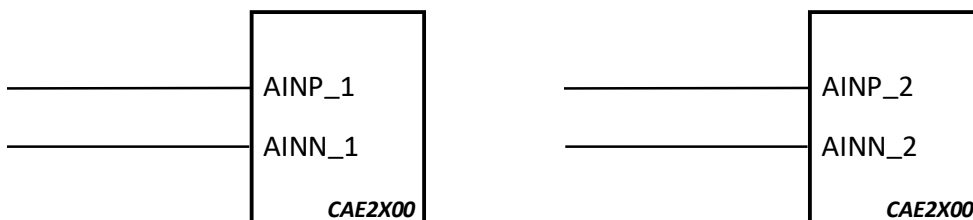

图 8-3. 模拟信号输入管脚直流 (DC) 耦合连接示意图
如图 8-3 所示, 当直流 (DC) 耦合连接时, 模拟信号输入管脚可以直连模拟前端的差分输出 (例如差分运放输出), 但该模拟前端的差分输出共模电压需为 0.45V。